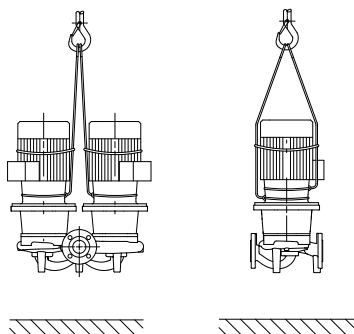

Fig. 7: Transporte de la bomba
- En este caso, las argollas de transporte del motor solo sirven como guía durante la suspensión de la carga (fig. 7).